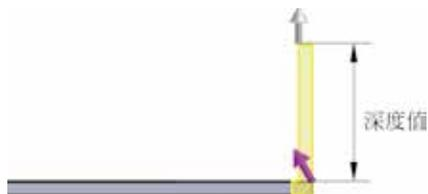

图 5.21 内部虚拟交点
-  (内部虚拟交点) 单选项：用于表示钣金深度，指从折弯面的内部虚拟交点开始计算，到折弯面区域端面的距离，如图 5.21 所示。